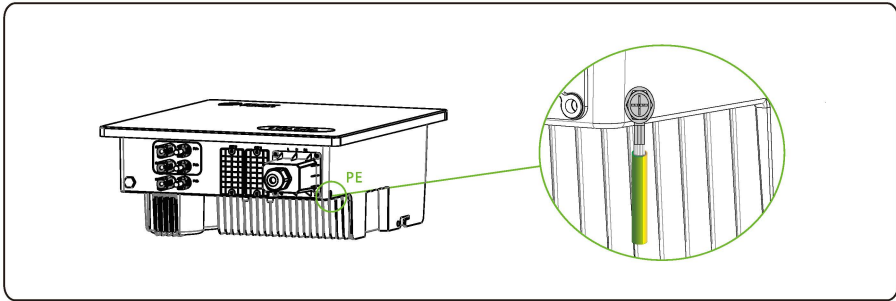

Figura 5.4: Fixe o cabo PGND
**Passo 4:** Fixe o cabo PGND (feito nos passos 1 e 2) usando o parafuso de terra e aperte o parafuso com um torque de  $1,2 \text{ N} \cdot \text{m}$  usando uma chave de soquete, conforme mostrado na Figura 5.4.